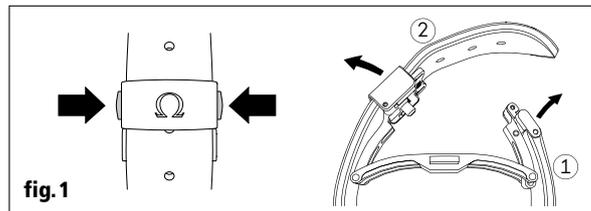

fig. 1
**Abertura (fig. 1):** para abrir o fecho, premir os 2 botes situados em cada lado da fivela OMEGA e puxar para cima.